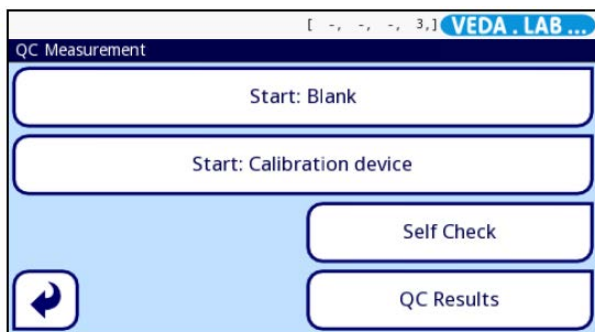

Abbildung 35: Der Bildschirm **QC Measurement** (QC-Messung)
- Mittels der Pfeiltasten \wedge und \vee im Bildschirm **QC Database** (QC-Datenbank, nummeriert mit 6 in *Abbildung 35*) die graue Leiste über jeden Eintrag bewegen, den Sie auswählen möchten und anschließend auf die Taste **Select** (Auswählen) tippen.